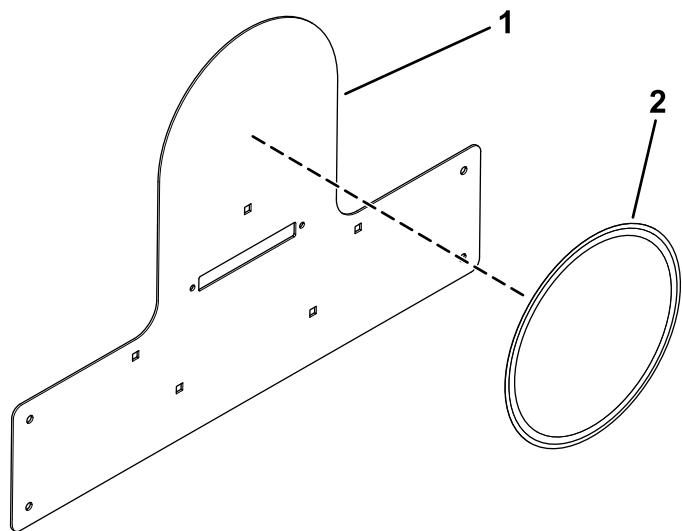

Figura 21
7. Instale o autocolante de velocidade na montagem da placa de velocidade (Figura 21).